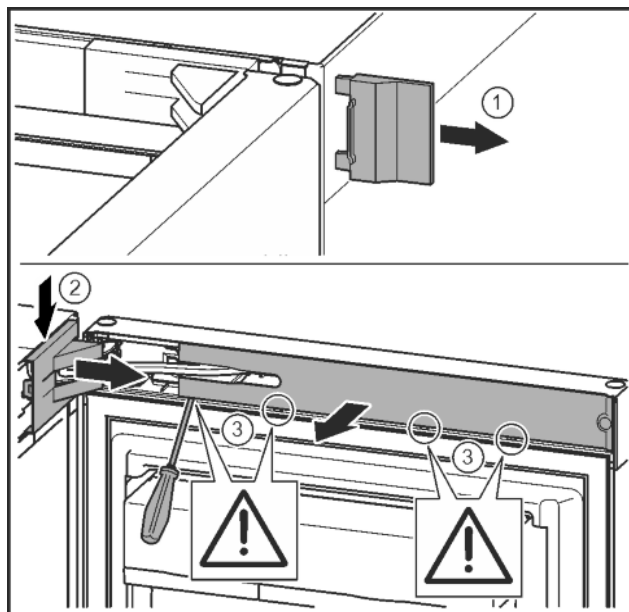

Fig. 12
- ▶ Togliere la copertura esterna. Fig. 12 (1)
- ▶ Sganciare e staccare la copertura del blocco di supporto. Asportare la copertura del blocco di supporto. Fig. 12 (2)
- ▶ Con un cacciavite liberare la mascherina e girarla lateralmente. Fig. 12 (3)